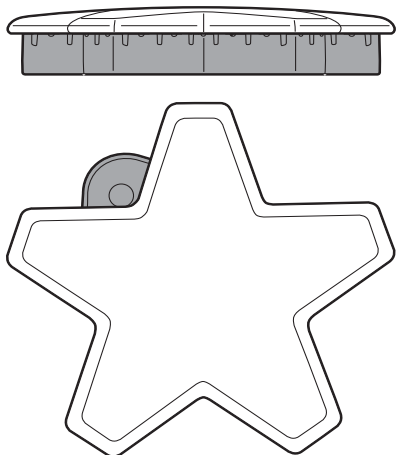
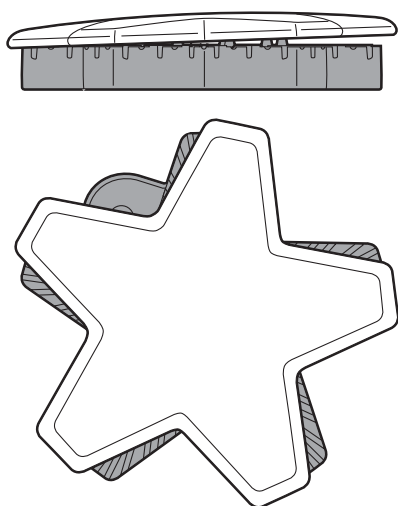

Figure 6 : Chapeau de brûleur placé correctement
Figure 7 : Chapeau de brûleur placé incorrectement
- Vérifiez chaque brûleur pour vous assurer qu'il n'y a pas d'espace entre le chapeau et la base du brûleur. Voir les *Figure 6* et *Figure 7* pour des exemples de chapeau de brûleur placé correctement ou incorrectement.
- Vous pouvez essayer de déplacer délicatement les chapeaux des brûleurs latéralement pour vous assurer qu'ils sont placés correctement sur leur base. Lorsqu'ils sont bien placés, les chapeaux des brûleurs sont droits sur la base et couvrent complètement la base du brûleur en forme d'étoile lorsque vous les regardez d'en haut, comme sur la *Figure 6*.
Chaque brûleur STARmc comporte son propre allumeur électronique qui produit des étincelles lorsque le bouton est activé. Les brûleurs doivent s'allumer en 4 secondes ou moins. Si le brûleur ne s'allume pas, assurez-vous que le chapeau est correctement posé sur sa base (voir les *Figure 6* et *Figure 7*).